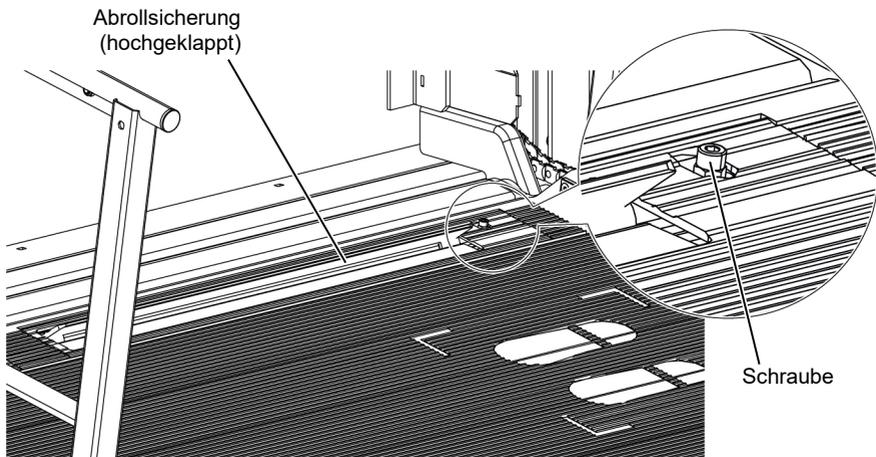

Abbildung 10: Abrollsicherung
- ▶ Betätigen Sie mit dem Fuß die Schraube neben einer Abrollsicherung (siehe Abbildung 10).